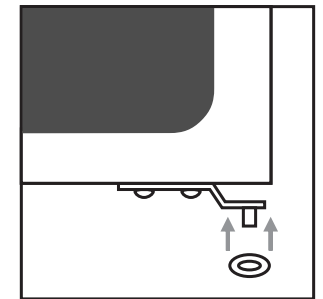

Abb. 8c
- Die Tür in das untere Scharnier schieben. Den Ring zwischen Scharnier und Scharnierhalterung legen (siehe Abb. 8c).